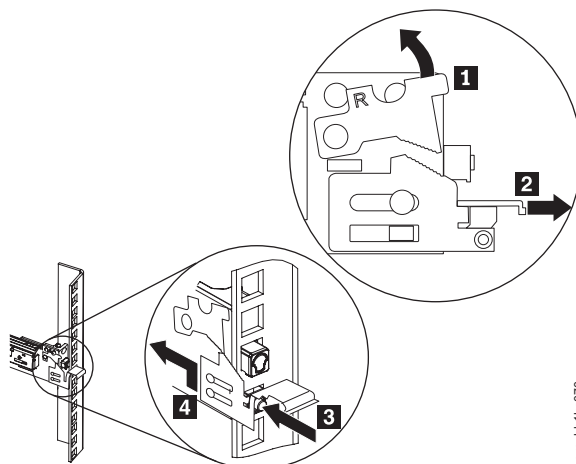

図 47. ラックからの SAN ボリューム・コントローラー 2145-CF8 スライド・レールの取り外し
- a. スライド・レールをラックの前面から取り外すには、前部タブ (図 47 の **1**) を押し上げ、前部ラッチ **2** をスライドさせて引き出します。